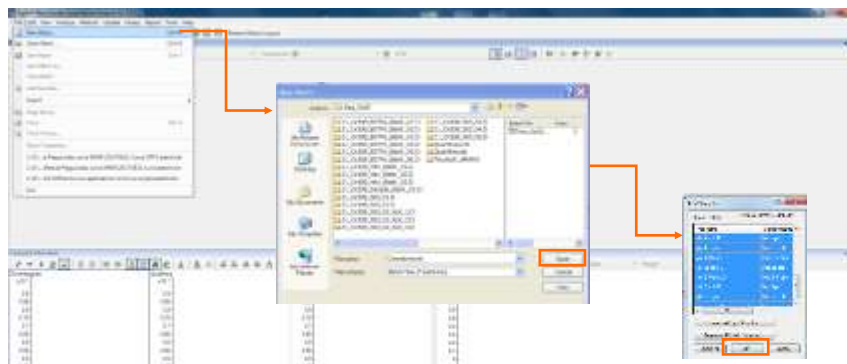

Figura 9. Creación del lote y adición de muestras.
- 8.9.2.1. **Crear lote.** Seleccionar **File > New Batch**. Buscar el directorio o carpeta que contiene los *data files* del lote que desea analizar. Ingresar el nombre del lote en el campo **File name** y después seleccionar el botón **Open**, como se muestra en la **Figura 9**.
- 8.9.2.2. **Adicionar muestras.** Seleccionar **File > Add Samples**. Se abrirá la caja de diálogo del **Add Samples**. Seleccionar las muestras, los calibrantes, los controles, entre otros *data file* que va a analizar (véase **Figura 9**). Usar **Browse to Copy Samples** para adicionar muestras de otros directorios o carpetas en este lote de análisis, dar *click* en **OK**.